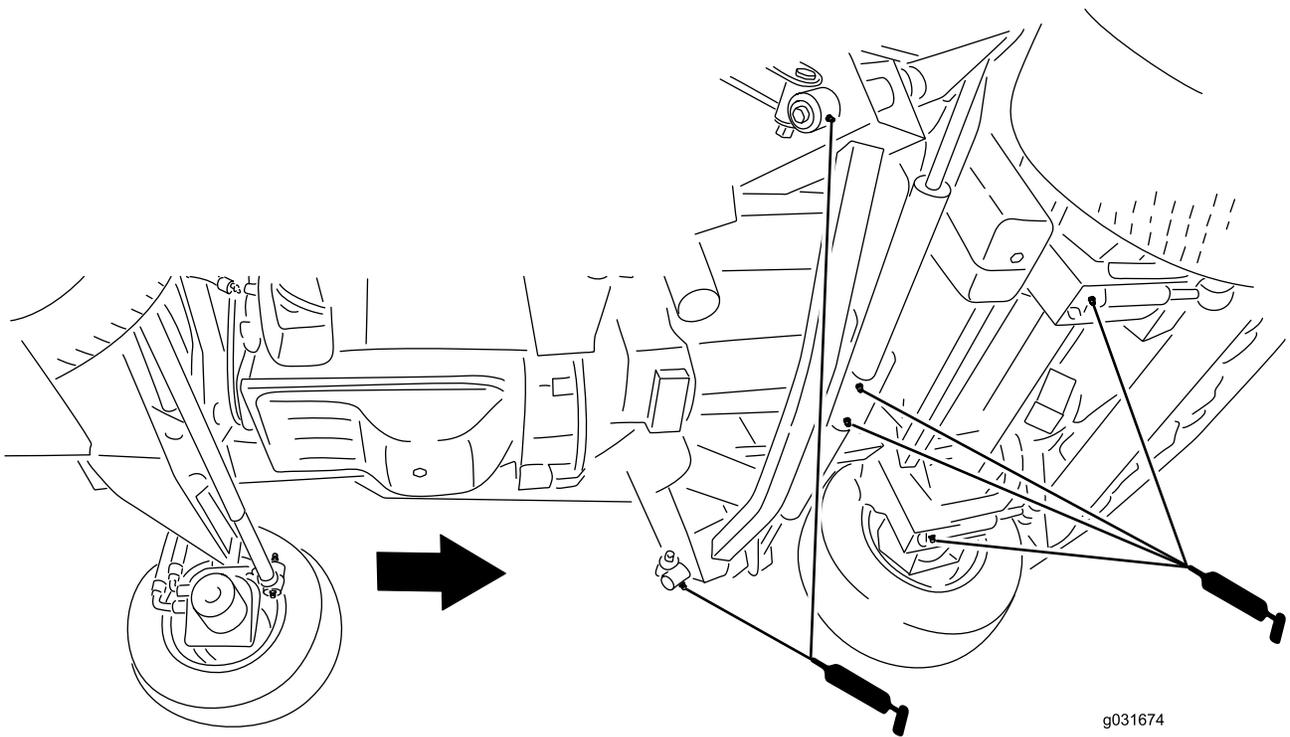

Figure 86
- 2 bras d'impact (Figure 86)
- 2 pivots de vérins de levage de plateau avant (Figure 86)
- 2 pivots de vérins de levage de plateaux latéraux (Figure 86)